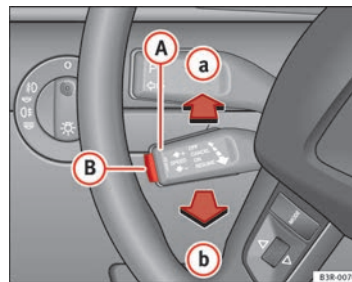

Abb. 155 Bedienelemente der Geschwindigkeitsregelanlage
- drücken Sie den Hebel **(A)** ⇒ Abb. 155 bis auf die Position **(a)** (nicht gerastet).